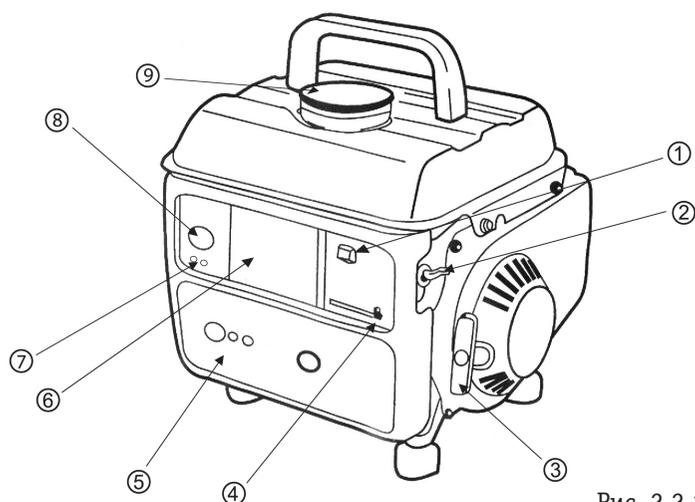
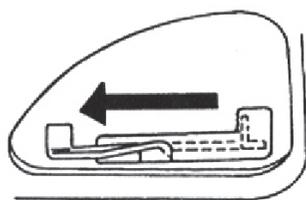
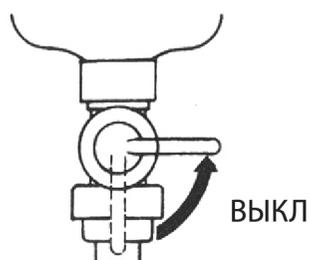

Рис. 2.2.1
Рис.3.2.2
Рис.3.3
1. Открутите крышку топливного бака 9 и проверьте уровень топливной смеси (рис. 2.2.1)
3. Закройте топливный бак, плотно затянув крышку бака 9 до упора (рис.2.2.1).
1. Поверните топливный клапан 2 в положение «ВКЛ» (рис.2.2.1), как показано на схеме (рис.3.2.1).
2. Поверните выключатель двигателя 1 в положение «ВКЛ» (рис. 2.2.1).
3. Передвиньте рычаг дросселя 4 до упора влево (рис. 2.2.1), как показано на схеме (рис. 3.2.2). Если двигатель теплый или температура воздуха высокая, оставьте рычаг дросселя в прежнем положении.
4. Потяните на себя рукоятку стартера 3, пока не почувствуете натяжение шнура стартера, затем РЕЗКО ДЕРНИТЕ рукоятку 3 на себя (рис. 2.2.1).
5. Аккуратно возвратите на прежнюю позицию рукоятку стартера 3 (рис. 2.2.1).
6. Передвиньте рычаг дросселя 4 до упора вправо, когда двигатель генератора прогреется (рис. 2.2.1).
1. Выключите все электроприборы, подключенные к генератору, и вытащите вилку из розетки переменного тока 8 (рис. 2.2.1).
2. Переведите выключатель двигателя 1 положение «ВЫКЛ»(рис. 2.2.1).
3. Поверните топливный клапан 2 (рис. 2.2.1) в положение «ВЫКЛ» (рис.3.3).
3. Подсоединитесь к розетке переменного тока 8 (рис. 2.2.1).
При превышении максимально допустимой нагрузки (указана в паспорте) предохранитель 6 включится автоматически и разъединит цепь переменного тока (рис. 2.2.1). В этом случае, для продолжения работы, необходимо сначала устранить причину перегрузки, а потом вновь перевести выключатель выходного напряжения в положение «ВКЛ».
2. После зарядки батареи отсоедините кабель сначала от клемм батареи, затем от соединителей постоянного тока 7 (рис. 2.2.1).
При перегрузке сети постоянного тока предохранитель 7 цепи постоянного тока (рис. 2.2.1) разъединит сеть. Если это случится, через несколько минут можно перевести автоматический выключатель предохранителя 7 цепи постоянного тока в положение «ВКЛ», чтобы продолжить работу.
1. Снимите крышку воздушного фильтра 5, удерживающие ее винты (рис. 2.2.1).